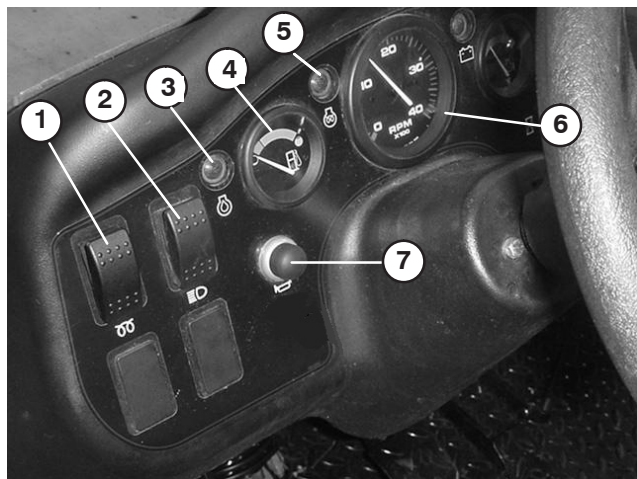

Figure 24
Permet de préchauffer les cylindres du moteur avant la procédure de démarrage à froid du moteur. Pour démarrer à froid, poussez sur le commutateur à bascule et maintenez-le dans cette position tout en observant le témoin de préchauffage (Fig. 24). Le témoin devient rouge quand les bougies de préchauffage sont activées. La durée de préchauffage des cylindres doit être déterminée par la température ambiante (voir Démarrage/arrêt du moteur).
Basculez le commutateur (Fig. 24) pour activer les phares. Appuyez dessus pour les allumer.
Le témoin s'allume (Fig. 24) si la pression de l'huile moteur tombe en dessous du niveau admissible quand le moteur est en marche. Si le témoin clignote ou reste allumé, arrêtez le véhicule, coupez le moteur et vérifiez le niveau d'huile. Si, après avoir fait l'appoint, le témoin reste allumé une fois le moteur remis en marche, coupez immédiatement le moteur et demandez conseil au concessionnaire TORO le plus proche.
Indique la quantité de carburant dans le réservoir. Elle ne fonctionne que lorsque le commutateur d'allumage est tourné sur "ON" (Fig. 24).
Appuyez sur ce bouton pour activer l'avertisseur sonore (Fig. 24).
Il indique le régime moteur (Fig. 24).
5. Si la température est inférieure à 15 °C, poussez le commutateur à bascule de préchauffage (Fig. 24) et maintenez-le dans cette position pendant la durée préconisée.